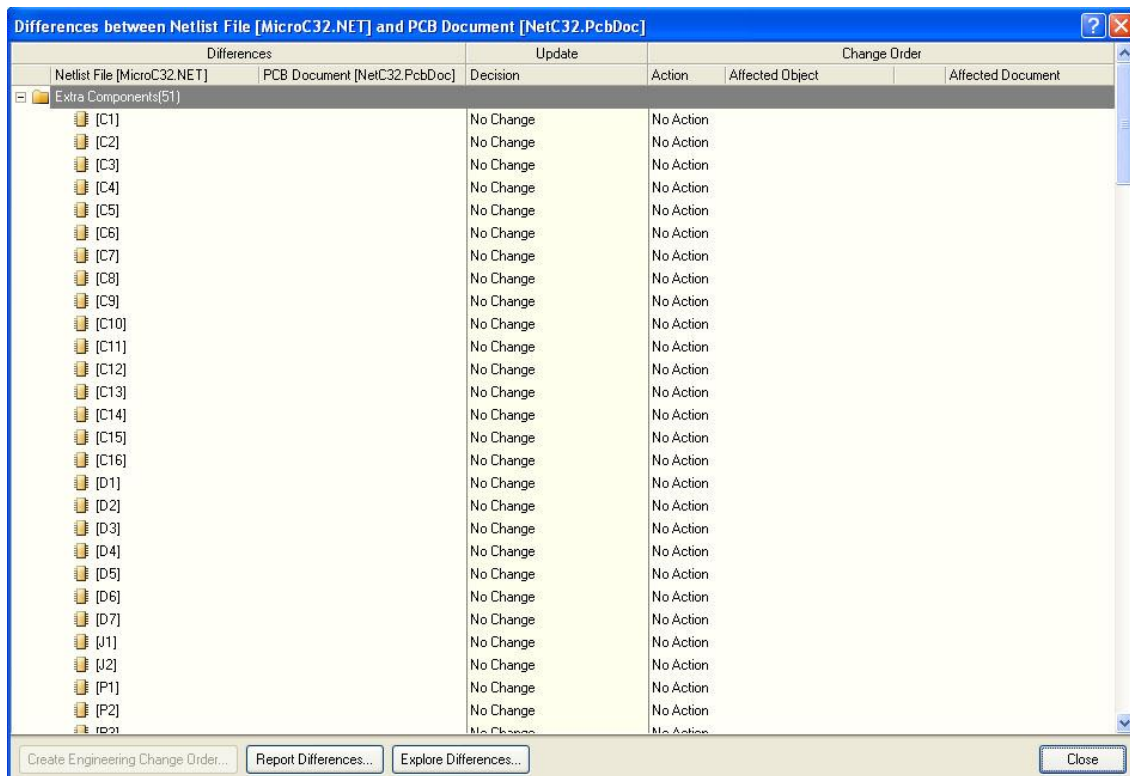

Figura 3.47 Selección de diferencias de Datos del archivo Netlist.
8. Seleccionar OK para realizar las diferencias, se abre una ventana de selección de diferencias de datos. Figura 3.47